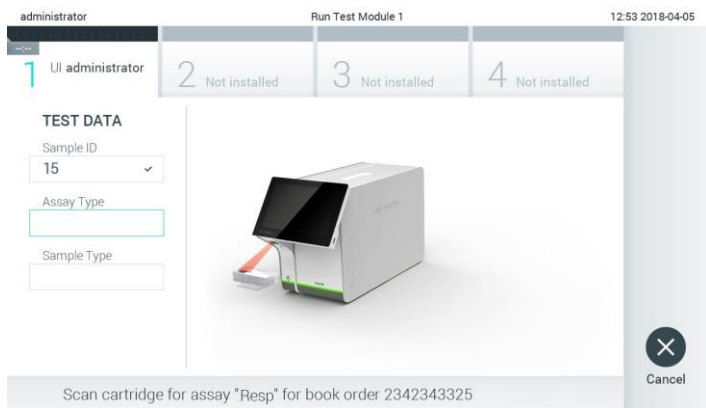

Figura 71. Lendo o código de barras do cartucho de ensaio QIAstat-Dx.
4. Quando o pedido de teste for recuperado com êxito do host, o texto "Scan cartridge for assay <assay_name> and book order <order_number>" (Verificar cartucho para ensaio <assay_name> e pedido em registro <order_number>) será exibido. Leia o código de barras do cartucho de ensaio QIAstat-Dx especificado (Figura 71, página seguinte).